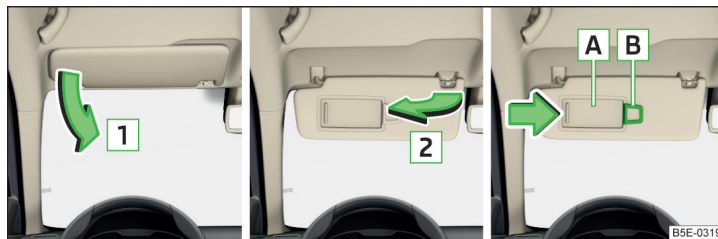

Fig. 56 Bajar visera / subir visera / espejo de maquillaje y portaetiquetas de aparcamiento
**Operación y descripción del parasol » fig. 56**